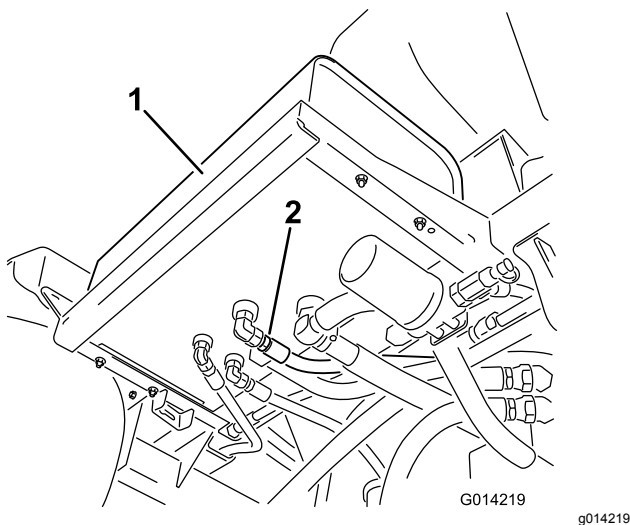

Figure 63
2. Nettoyez la surface autour d'un raccord de flexible hydraulique au bas du réservoir d'huile hydraulique (Figure 63).
4. Débranchez le raccord du réservoir et vidangez l'huile dans le bac de vidange (Figure 63).